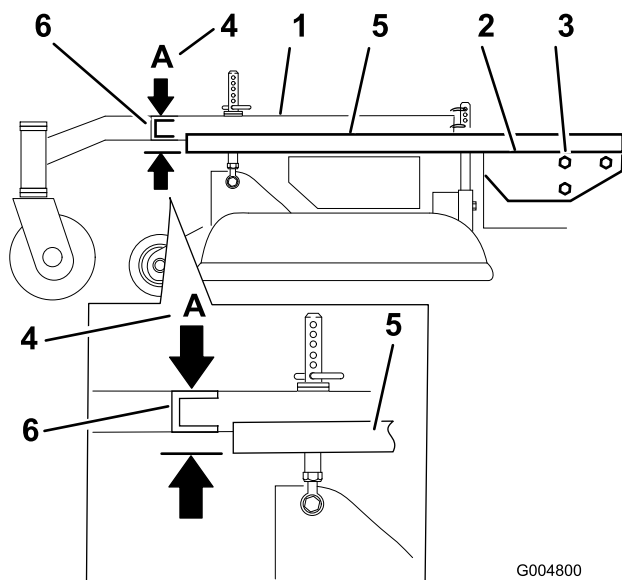

Figure 62
3. Placez une longue planche, ou autre objet similaire parfaitement droit en haut du plancher moteur, comme illustré à la Figure 62.
4. Au niveau du tube transversal du bâti porteur, mesurez la hauteur au point A (Figure 62). Elle doit être égale à 33 mm (1-5/16") \pm 6 mm (1/4").
6. Desserrez les boulons de montage du bâti porteur de chaque côté de la machine (Figure 62).
- Alignez le bâti porteur et le plancher moteur à la même hauteur qu'au point **A**, c.-à-d. 33 mm (1-5/16") \pm 6 mm (1/4") (Figure 62).